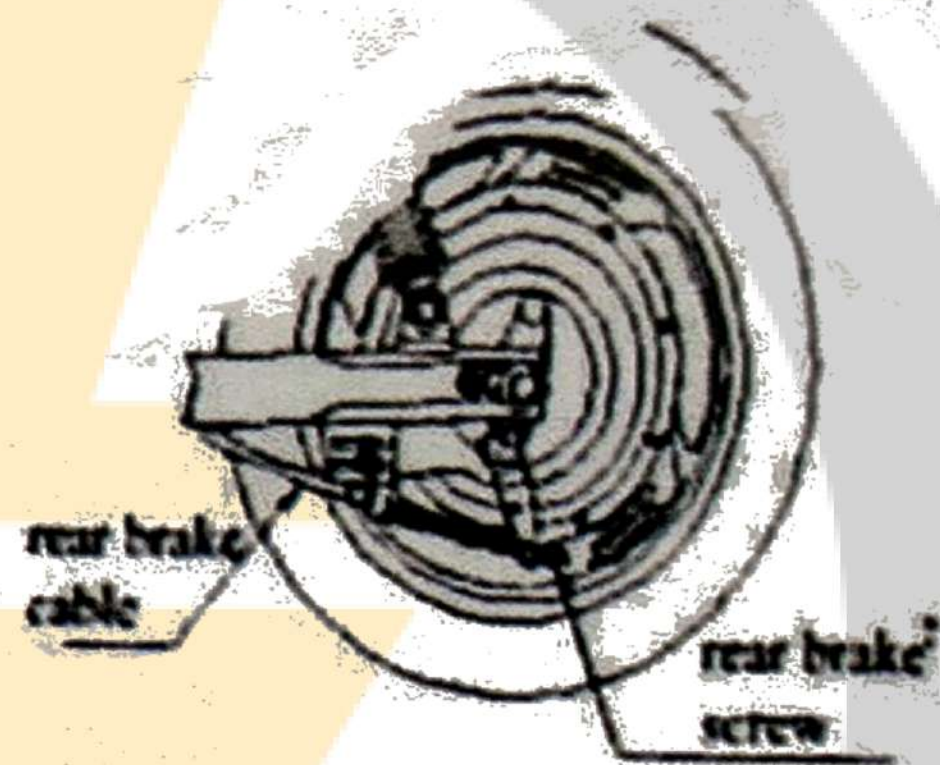

Figura 5-6 Referencial
2. Ajuste el sistema de freno, el cual está ubicado en la parte trasera según se muestra en la figura 5-6. Si siente que el sistema de frenado no funciona correctamente, debe ajustar el eje girando la tuerca en sentido horario hasta que la palanca del freno (figura 5-4) pueda estirarse hasta una distancia equivalente a $\frac{2}{3}$ de L, es ahí donde la llanta trasera podrá detenerse correctamente al frenar